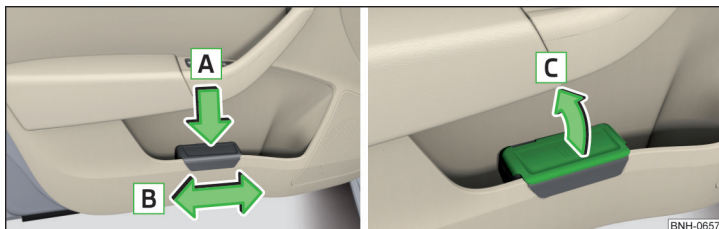

Abb. 82 Abfallbehälter: einsetzen und verschieben / öffnen
- › Den Abfallbehälter im hinteren Bereich in Pfeilrichtung **A** eindrücken » Abb. 82.
- › Den Abfallbehälter entgegen der Pfeilrichtung **A** herausnehmen » Abb. 82.
- › Den Deckel in Pfeilrichtung **C** anheben » Abb. 82.